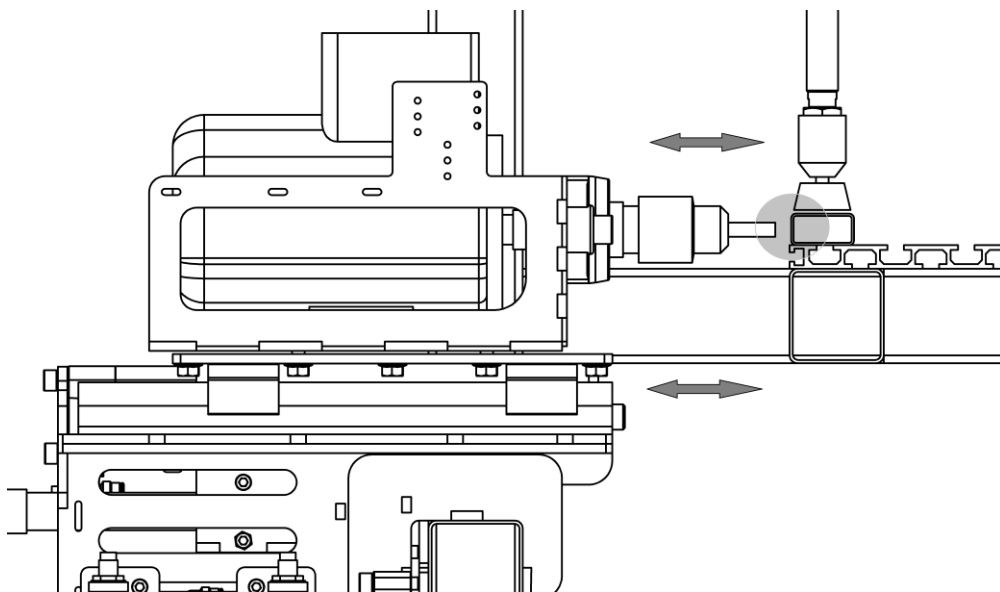

Рисунок 25.
7.12 В ручную передвигаем сверлильный механизм (по рельсовым направляющим) до точки "начало сверления" (рис.25).